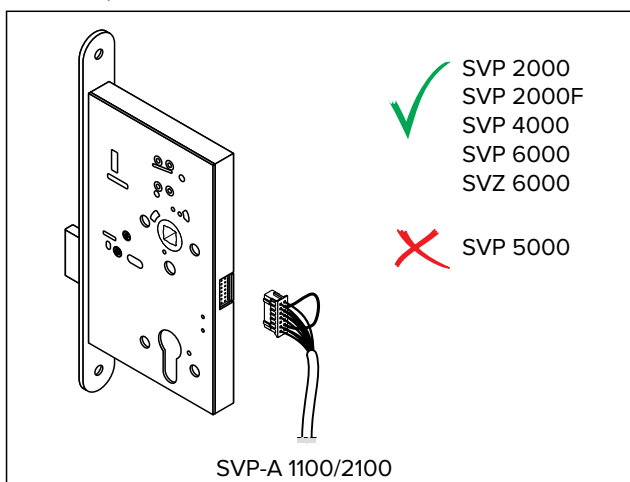

Рис. 22 Подключите кабель
2. Подключите кабель (рис. 22).